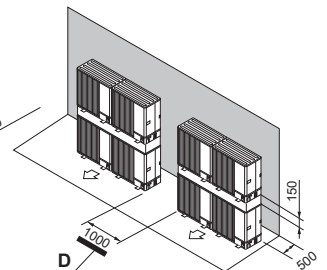

Fig. 2-18
- (7) Aranjare: unități suprapuse (Fig. 2-18)
- D: Spațiu (Fig. 2-18)